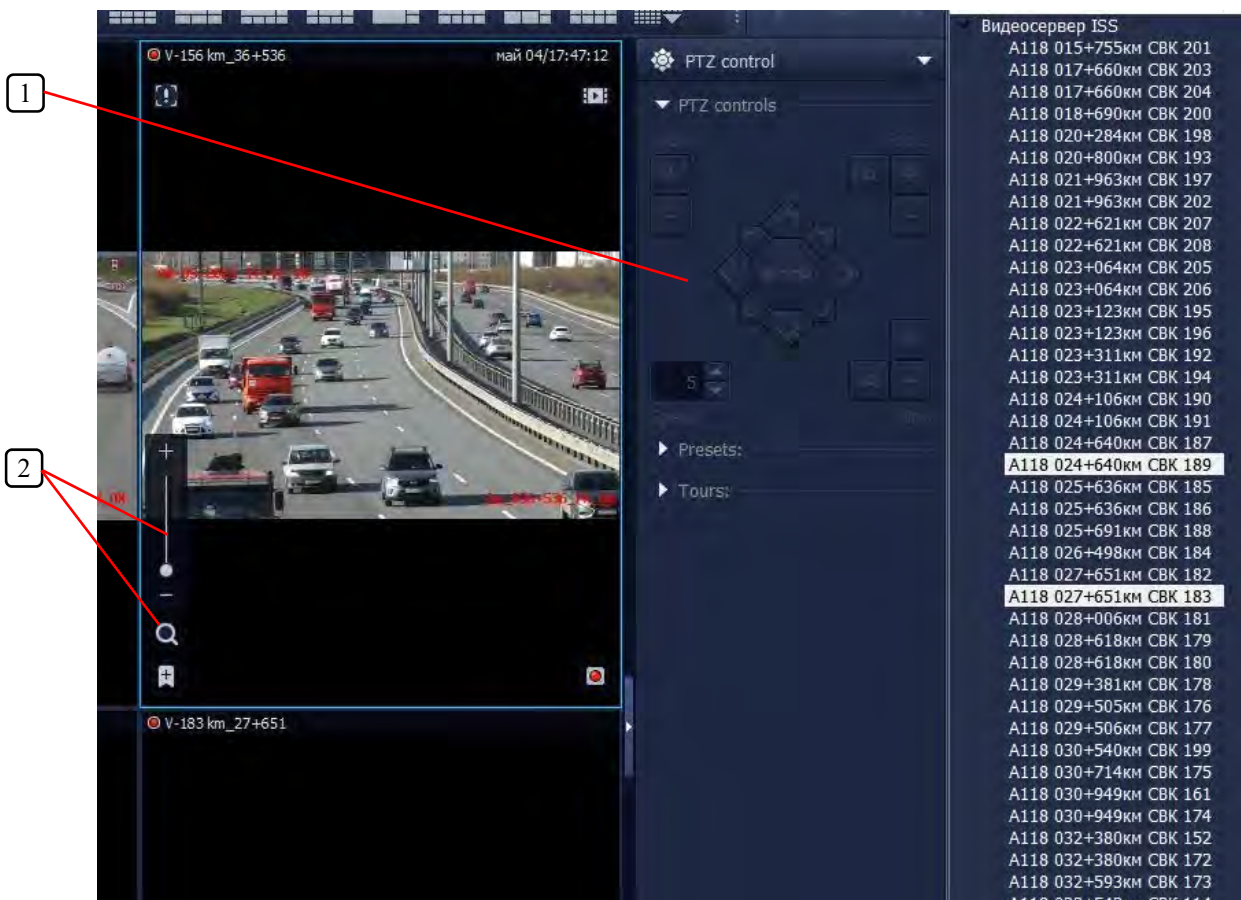

Рисунок 3.6.5 Изменение направления видеокамеры и масштабирования изображения с нее
Для изменения направления видеокамеры и масштабирования изображения с нее необходимо навести курсор на изображение (см. рис. 3.6.5).
- для СВК: изменять масштабирование (2) непосредственно на изображении с видеокамеры (рис. 3.6.5).
- для ПВК: менять направление ее обзора с помощью виртуального джойстика (1) и изменять масштабирование (2) непосредственно на изображении с видеокамеры (рис. 3.6.5). Виртуальный джойстик имеет следующий вид (рис. 3.6.6):